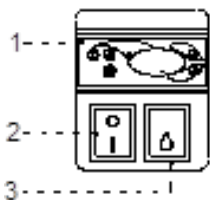

Рис.8 Пульт управления
- Включить кнопку главного выключателя Рис.8/2 (стр.42), что вызовет подключение регулятора температуры, а затем агрегата оборудования
- На пульте регулятора температуры Рис.8/1 (стр.42) установить температуру (подробности обслуживания термостата на стр.47 или 48)
- Включить кнопку освещения Рис.8/3 (стр.42)